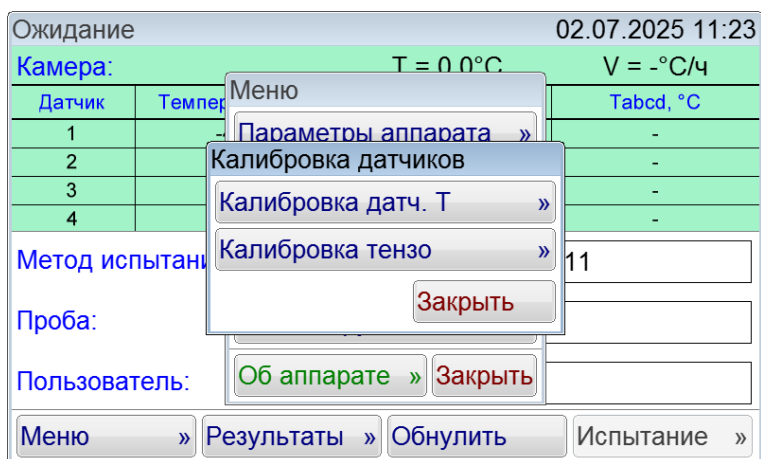

Рисунок 22 – Окно «Калибровка датчиков»
- 2) Ввести пароль «37201». Откроется окно (см.рисунок 22).